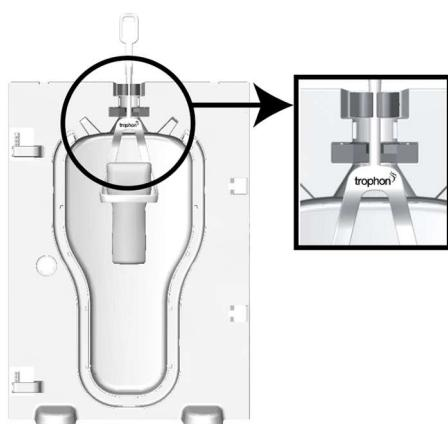
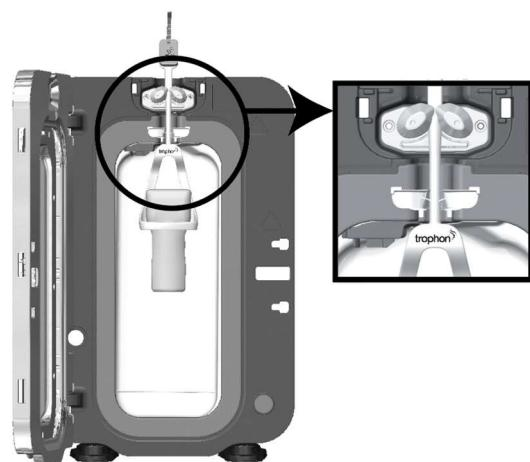

Figura 4
Figura 5
- **WUPH-A** Il Trophon Wireless Ultrasound Probe Hanger-A (WUPH-A) contiene una sonda a ultrasuoni wireless compatibile nella camera trophon. È idoneo all'uso con i dispositivi trophon EPR e trophon2 (vedere rispettivamente Figura 4 e Figura 5).